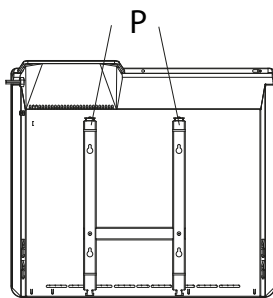

Рис.4
- Опустите вниз две задвижки «Р» (см. рис. 4) на задней панели конвектора и потяните устройство на себя.